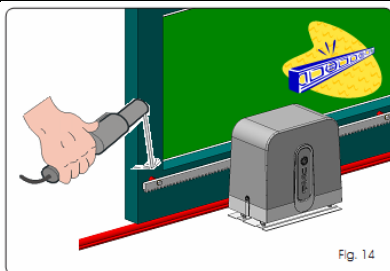

Fig. 14
3. Положите первую часть рейки на шестеренку и установите резьбовую защелку на воротах, как показано на рис. 14.